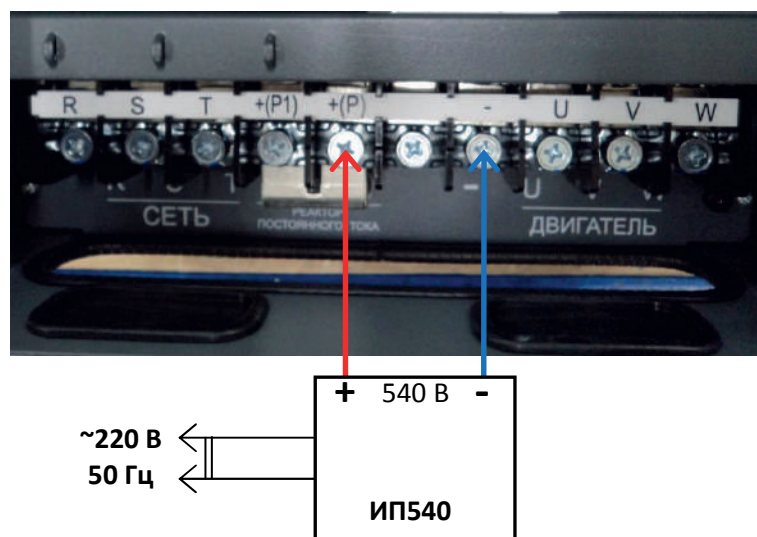

Рис.4.21
- 4.11.15. Отсоединить от силовых клемм «+(P)» и «-» выходные провода источника питания ИП540 (3.4.5) (рис. 4.21).